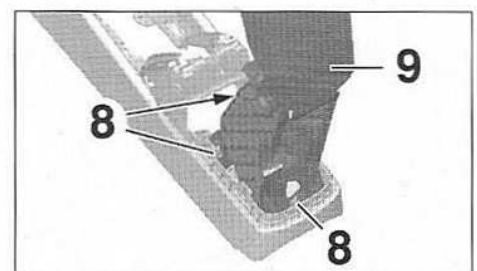

FIG.6
- Déposer (Fig.6) :
- les écrous (8),
- l'accoudoir central (9).